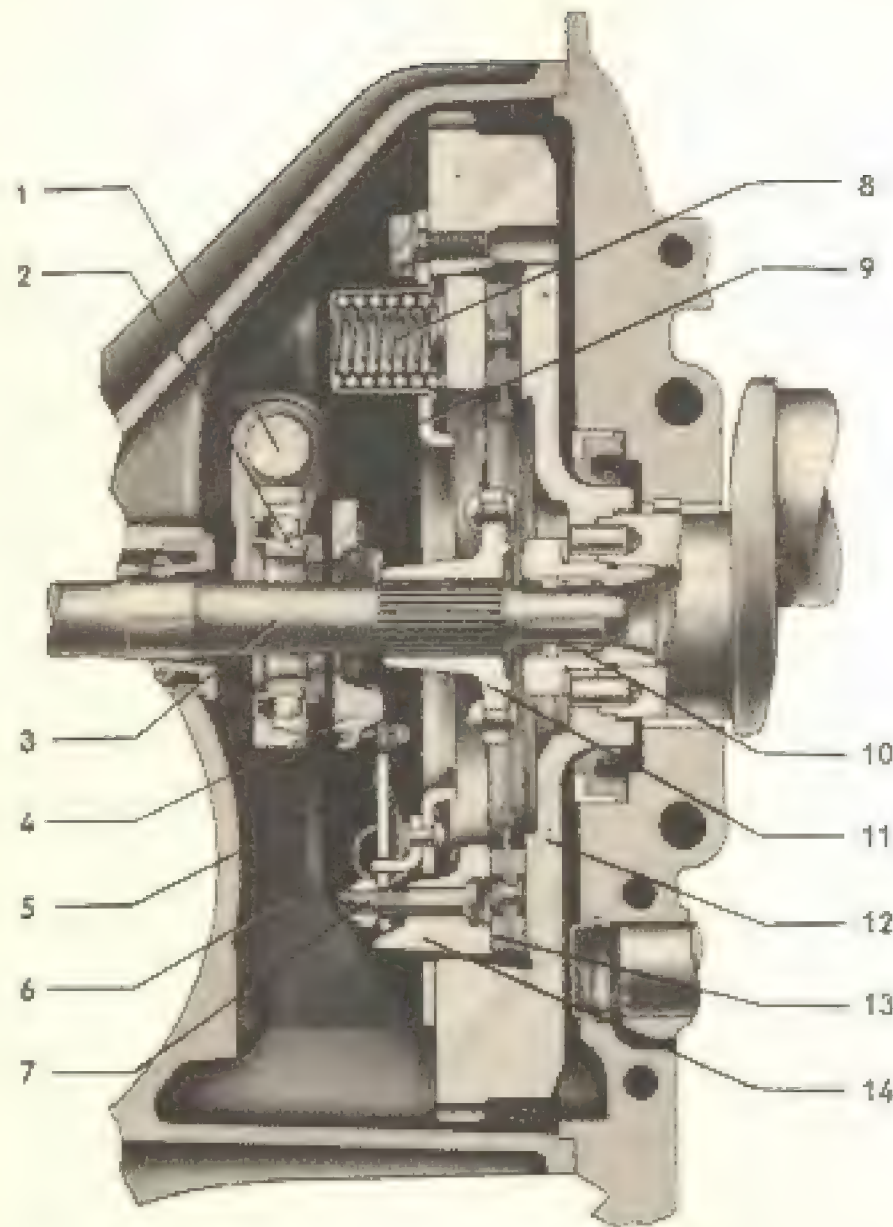

Fig. 1-I — Corte da embreagem
As principais partes da embreagem são as seguintes (referências a fig. 1-I): **disco de fricção ou disco de embreagem** (11), provido de um cubo no qual se aloja a árvore primária da caixa de mudanças por engate de estrias; **platô ou placa de pressão** (14), provida de fortes **molhas de pressão** (8), que o comprimem contra o volante do motor (12), ficando o disco da embreagem entre essas duas peças; o **suporte do platô ou tampa** (9), no qual se alojam os **apoios ou capas das molhas de pressão** e que fixa o conjunto da embreagem no volante do motor; **três alavancas de debreagem ou "gafanhotos"** (6), as quais, apoiadas no suporte do platô, controlam o deslocamento do platô para frente ou para trás; **espelho do platô ou "deslizador"**, (4), que reúne as três extremidades livres dos dos gafanhotos; o **colar de corvao ou de rolamento** (2), cuja função é forçar o espelho do platô a frente e assim fazer os gafanhotos girarem em seus eixos, para que forcem o platô a se afastar do volante do motor; o **garfo** (1), que atua sobre o colar, comandado pelo pedal da embreagem. As figuras 2-I e 3-I mostram essas peças destacadas.